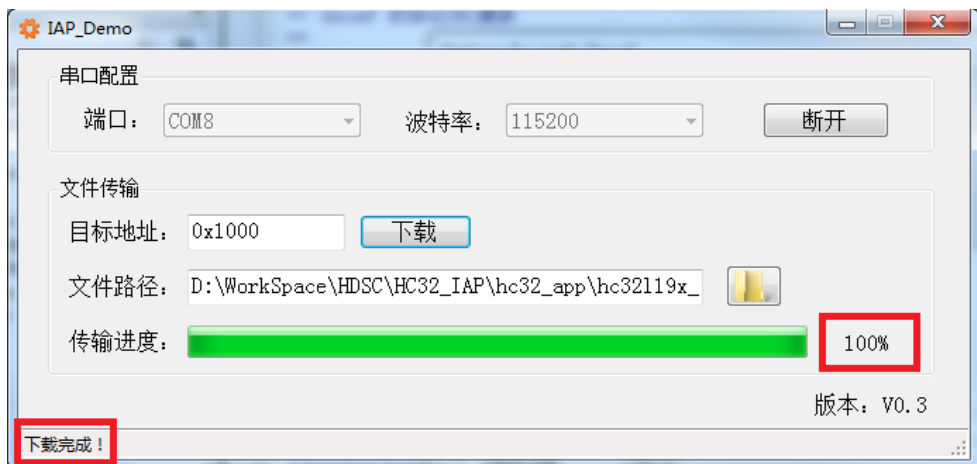

图 8 固件程序下载
- 7) 目标地址选择为 0x1000，点击下载，如果进度条显示传输 100%，并且软件界面左下角显示下载完成，如图 8 所示，则表示固件已升级成功。